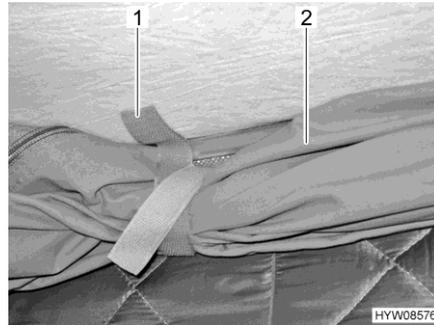

Fig. 19 Lengüetas de sujeción
- Soltar las lengüetas de sujeción (Fig. 19,1) en la lona enrollada (Fig. 19,2).
- Enrollar la lona (Fig. 19,2) y retenerla con las lengüetas de sujeción (Fig. 19,1).